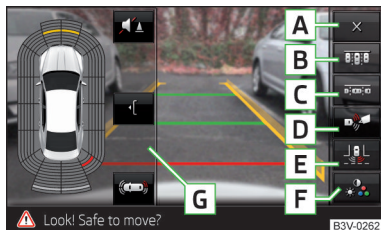

Fig. 277
Superficies de función » fig. 277
- Pulse ligeramente la superficie de función **C** » fig. 277 de la pág. 233.